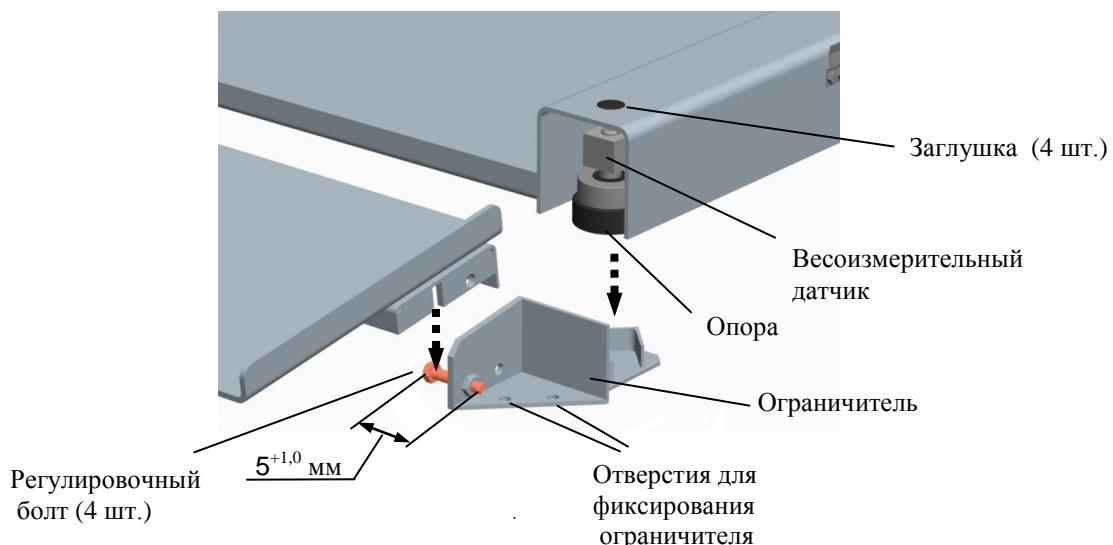

Рис. 4.2 - Сборка модуля
- 4.2.5 Вкрутите в ограничители болты и затяните гайки так, чтобы зазор между головкой болта и стенкой ограничителя был $5^{+1,0}$ мм (Рис. 4.2).
- 4.2.6 Поочередно приподнимая каждый из четырех углов платформы, подложите ограничители под опоры датчиков и наденьте пандусы (Рис. 4.2).
- При необходимости зафиксируйте ограничитель болтами M10 (8 шт.) через отверстия (Рис. 4.2).